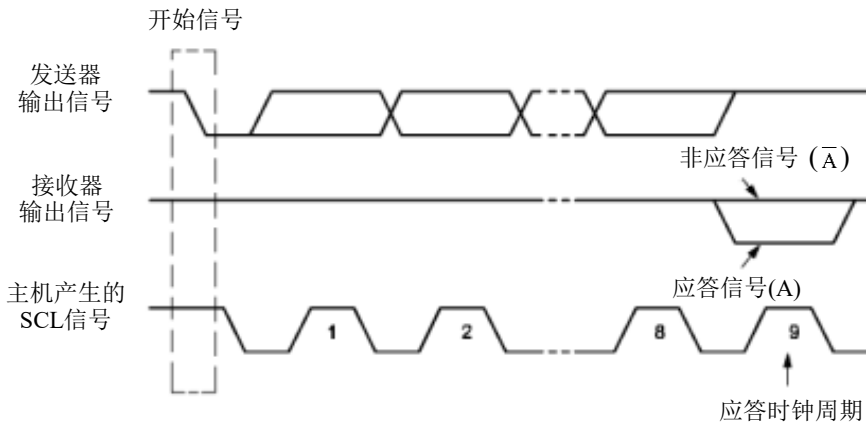

Figure 16-5 IIC 总线的应答信号
**重新开始信号 (Repeated START):** 在 IIC 总线上，由主机发送一个开始信号启动一次通信后，在首次发送停止信号之前，主机通过发送重新开始信号，可以转换与当前从机的通信模式，或是切换到与另一个从机通信。如 Figure16-5 所示，当 SCL 为高电平时，SDA 由高电平向低电平跳变，产生重新开始信号，它的本质就是一个开始信号。
**应答信号 (A):** 接收数据的 IIC 在接收到 8 位数据后，向发送数据的 IC 发出的特定的低电平脉冲。每一个数据字节后面都要跟一位应答信号，表示已收到数据。应答信号在第 9 个时钟周期出现，这时发送器必须在这一时钟位上释放数据线，由接收设备拉低 SDA 电平来产生应答信号，由接收设备保持 SDA 的高电平来产生非应答信号 (A̅)，如 Figure16-5 所示。所以，一个完整的字节数据传输需要 9 个时钟脉冲。如果从机作为接收方向主机发送非应答信号，这样，主机方就认为此次数据传输失败；如果是主机作为接收方，在从机发送器发送完一个字节数据后，发送了非应答信号，从机就认为数据传输结束，并释放 SDA 线。不论是以上哪种情况都会终止数据传输，这时，主机或是产生停止信号释放总线，或是产生重新开始信号，开始一次新的通信。开始信号、重新开始信号和停止信号都是由主控制器产生，应答信号由接收器产生，总线上带有 IIC 总线接口的器件很容易检测到这些信号。